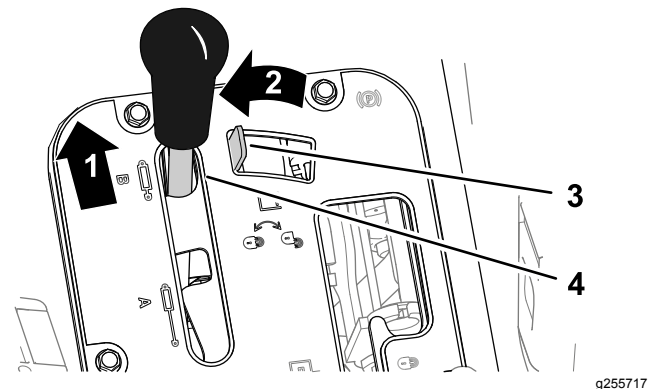
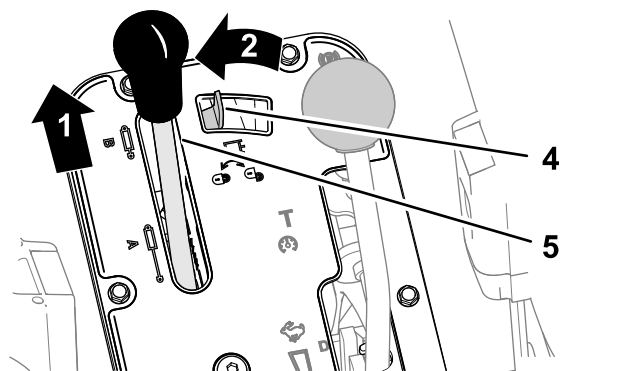

図 70
図 71
1. 油圧昇降レバーを前に押し 図 70 または 図 71。